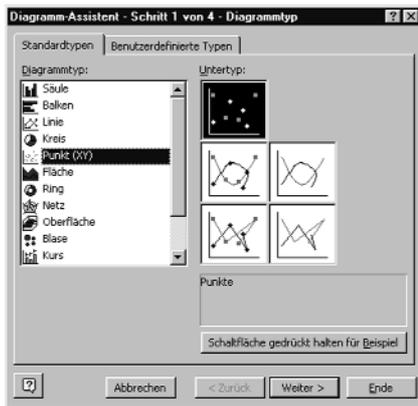

Abb. 2
klickt man das Diagrammsymbol an; sofort werden verschiedene Diagrammtypen angeboten (Abb. 2). Hier und in allen Fällen zur Trendlinie wird der Typ *Punkt (XY)* ausgewählt; es erscheint das Diagramm, das man durch Ziehen mit dem Mauszeiger an den kleinen Quadraten auf verschiedene Arten vergrößern kann.